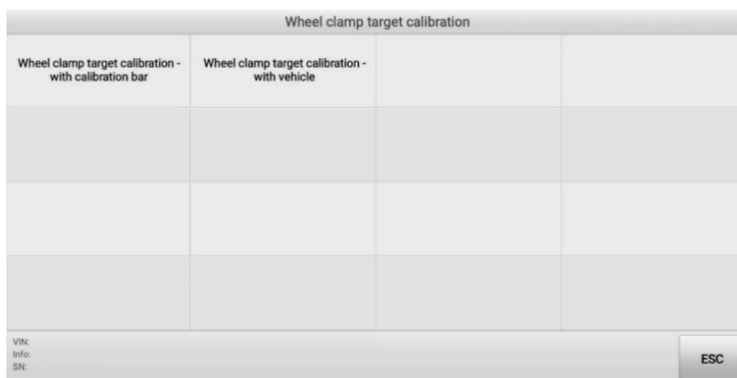

Figure 4-26 Sélectionner la méthode d'étalonnage
2. Sélectionnez l'étalonnage de la cible de serrage de roue — avec véhicule. Reportez-vous à la figure 4-26. Sélectionnez Méthode d'étalonnage pour plus de détails.